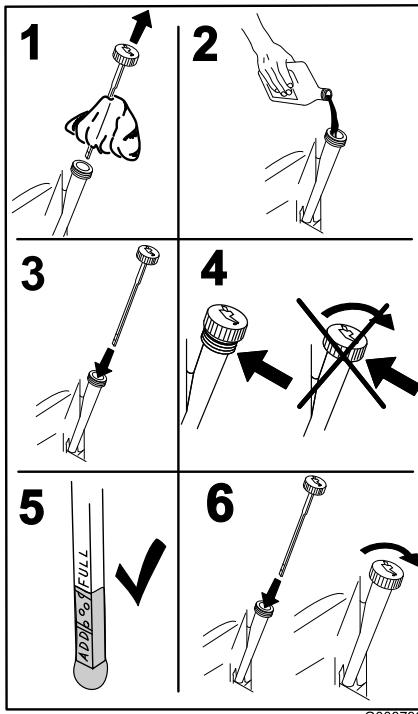

Figura 52
5. Versate lentamente circa l'80% dell'olio indicato nel tubo di rifornimento e sempre con cautela rabboccate l'olio necessario per portarlo alla tacca di **Pieno** (Figura 52).